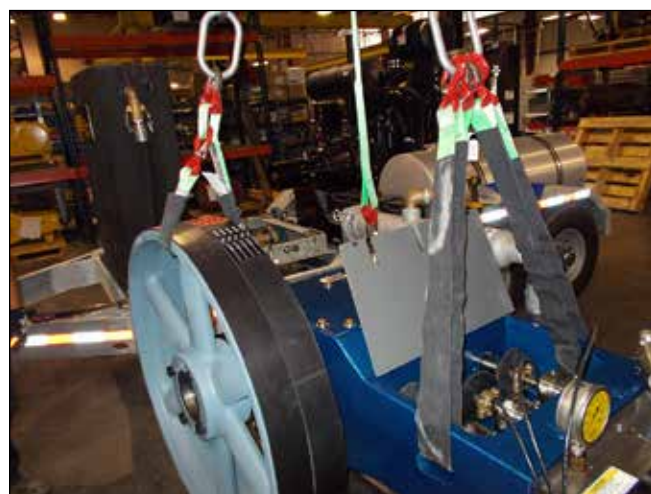

Figura 127: Elevación de la bomba.
8. Conecte un elevador a la bomba como se indica en (Figura 127). El peso de la bomba es aproximadamente el siguiente: